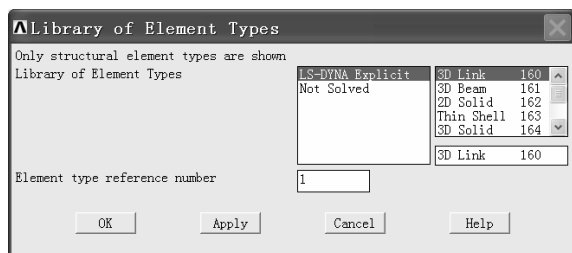

图 1-13 “Library of Element Types” 窗口
(3) 单击“Element Types”窗口中的“Add”，弹出“Library of Element Types”窗口（见图 1-13）。